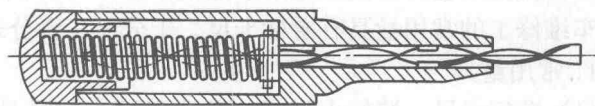

图 1—9 快速旋具
(3) 冲击旋具（见图 1—10）。冲击旋具用来拆装扭矩较大的螺钉，其特点是当冲击旋具的尾部受到冲击时，旋具头对螺钉施加轴向冲击力，同时也对螺钉施加旋转力，从而把螺钉振紧或振松。